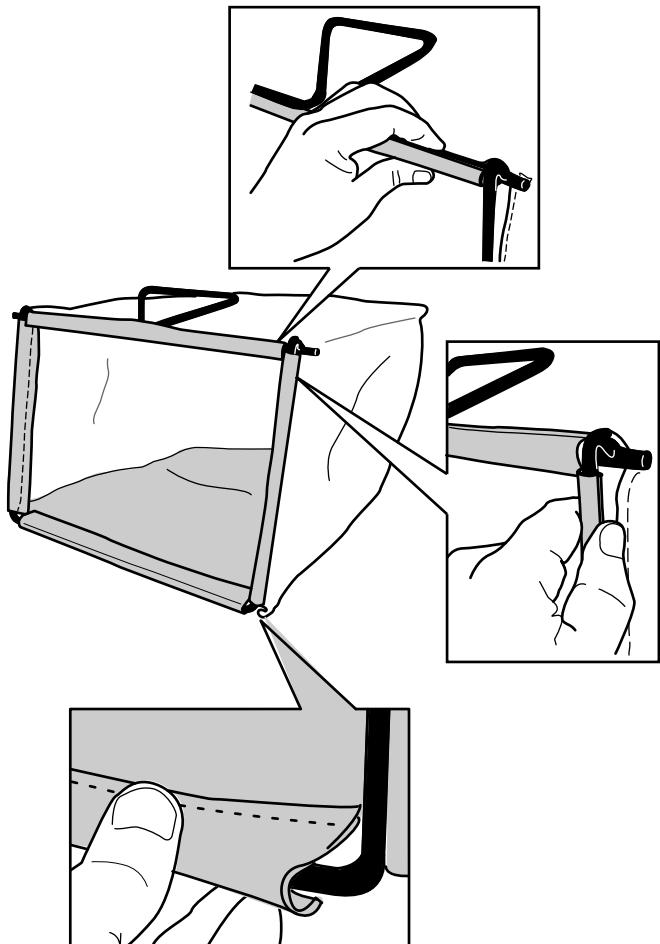

**Figure 7**
1. Glissez le bac sur l'armature, comme montré à la Figure 7.
**Remarque:** Ne passez pas le bac par dessus la poignée (Figure 7).